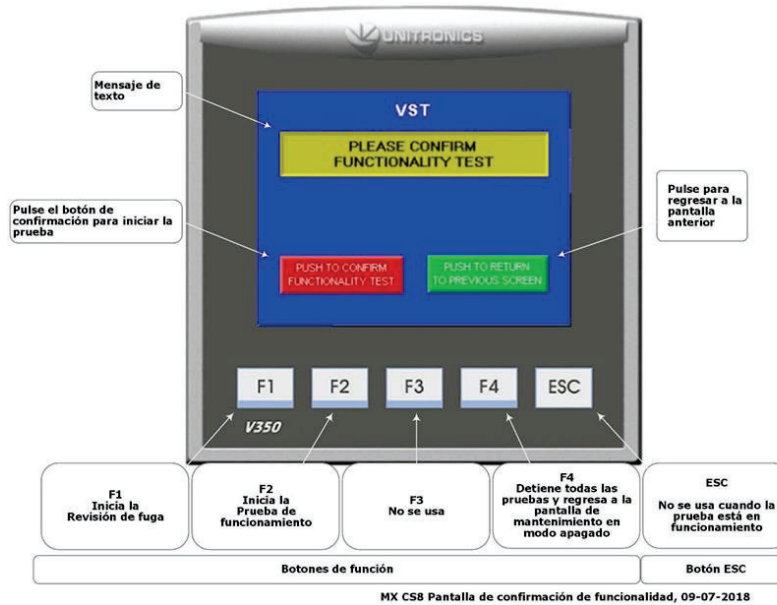

Figura 6-9: Botón de confirmación de la prueba de funcionamiento
3. Presione el botón Confirm Functionality Test (confirmar prueba de funcionamiento) para confirmar que desea comenzar la prueba de funcionamiento. **Vea la Figura 6-9.**